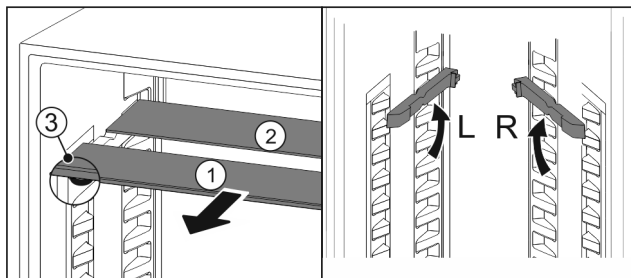

Fig. 110
- ▶ Wyciągnąć *Fig. 110 (1)* pojedynczo półki szklane do przodu.
- ▷ Płyta szklana *Fig. 110 (1)* z listwą ozdobną znajduje się z przodu.
- ▷ Stopery *Fig. 110 (3)* wskazują w dół.